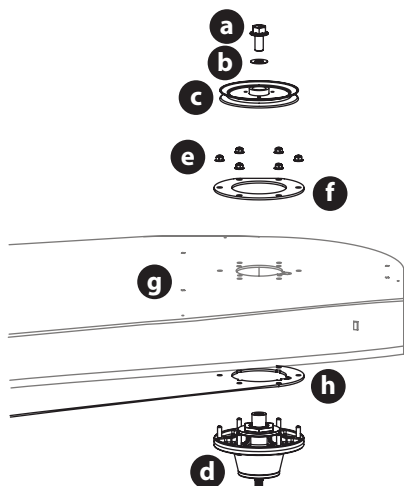
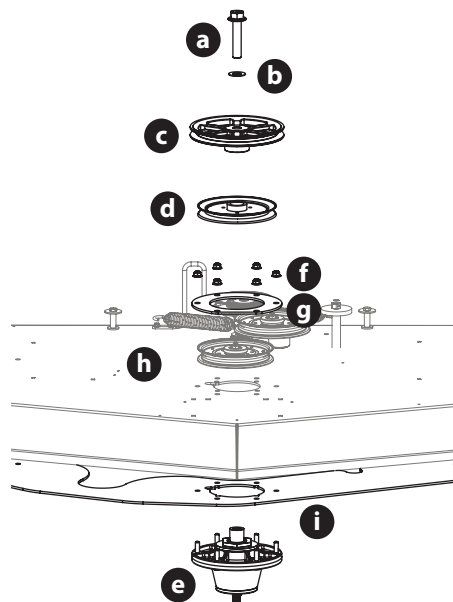

Fig. 67
Fig. 68
6. Extraiga el tornillo de seguridad hexagonal (a) y las arandelas planas (b) que aseguran las poleas del husillo de la derecha e izquierda (c) al conjunto del husillo (d) (Fig. 67).
7. Extraiga las seis tuercas de seguridad bridadas (e) que aseguran los conjuntos de husillo del lado derecho e izquierdo (d) y las placas de soporte (f) a la carcasa de la plataforma (g) (Fig. 67).
NOTA: no es necesario quitar la placa de soporte de la plataforma (h) a menos que se estén reemplazando los tres husillos (Fig. 67).
8. Extraiga el tornillo de seguridad hexagonal (a) y la arandela plana (b) que aseguran la polea de transmisión (c) y la polea del husillo central (d) al conjunto del husillo (e) (Fig. 68).
9. Extraiga las seis tuercas de seguridad bridadas (f) que aseguran la polea del husillo central (d), el conjunto del husillo (e) y las placas de soporte (g) a la carcasa de la plataforma (h) (Fig. 68).
NOTA: no es necesario quitar la placa de soporte (i) de la plataforma a menos que se estén reemplazando los tres husillos (Fig. 68).
10. Para instalar el conjunto del husillo realice el proceso en orden inverso. Cuando instale el nuevo conjunto del husillo, asegúrese de instalar los elementos de ferretería exactamente (Fig. 67 y Fig. 68). Ajuste los tornillos de seguridad hexagonales a 250 pies-libras (339 N-m) y las tuercas de seguridad bridadas a 21-32 pies-libras (28-43 N-m).